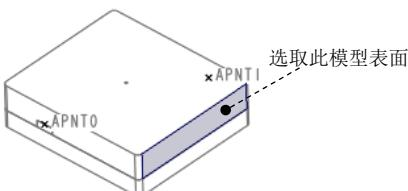
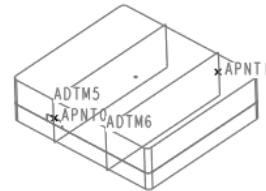
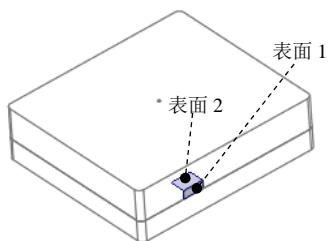

图 31.62 定义基准面参考
图 31.63 基准面
图 31.64 定义坐标系参考平面
Step4. 创建基准面。选择图 31.62 所示的模型表面为平行参考平面，选择 APNT0 为穿透点，创建基准面 5；选择图 31.62 所示的模型表面为平行参考平面，并选择 APNT1 为穿透点，创建基准面 6，然后单击 **确定** 按钮完成基准面的创建，如图 31.63 所示。
(1) 单击 **模型** 功能选项卡 **基准** ▾ 区域中的 **坐标系** 按钮，系统弹出“坐标系”对话框。
(2) 定义坐标系参考平面。选择图 31.64 所示的表面 1、图 31.63 所示的 ADTM5 和图 31.64 所示的表面 2 为坐标系的参考平面。